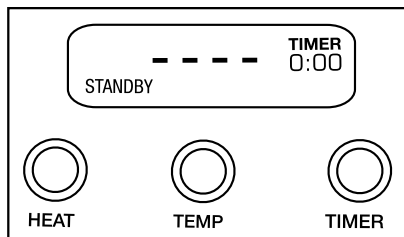

Fig. 1
**REMARQUE :** la cuisson sur plaque à induction requiert l'utilisation de casseroles adaptées. La plaque ne fonctionnera pas avec des casseroles non adaptées à la cuisson par induction. Si vous essayez d'utiliser une casserole non adaptée, “-----” apparaîtra sur l'écran et “STANDBY” clignotera (Fig. 1). La plaque s'éteindra automatiquement au bout de 60 secondes.